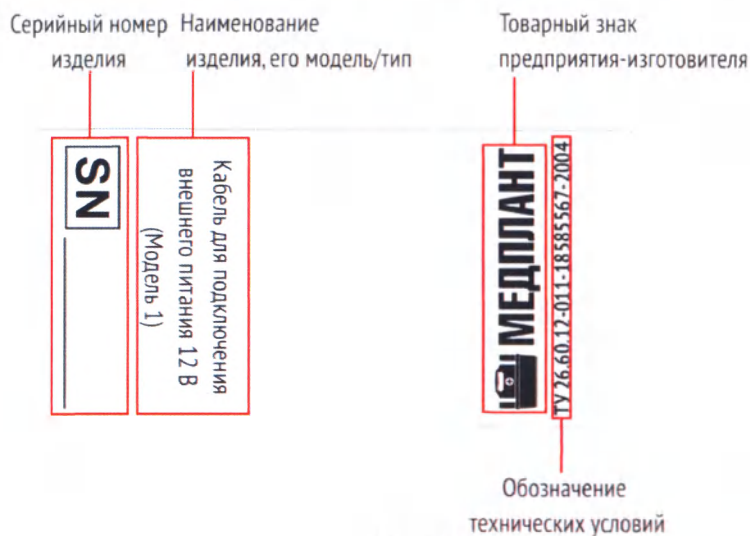

Рис.13
6.3. На датчики, кабель для подключения внешнего питания должна быть нанесена информация (рис.13) о: